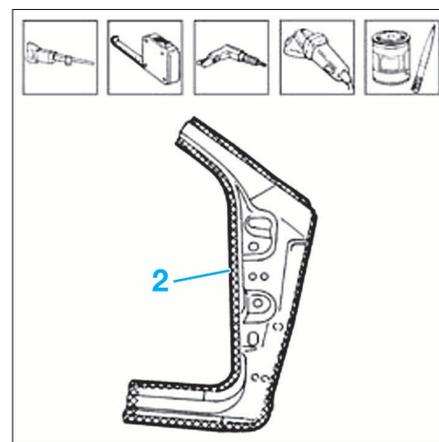

FIG. 14
• Nettoyer les zones (2) (Fig.14) sur le véhicule et sur les pièces neuves.